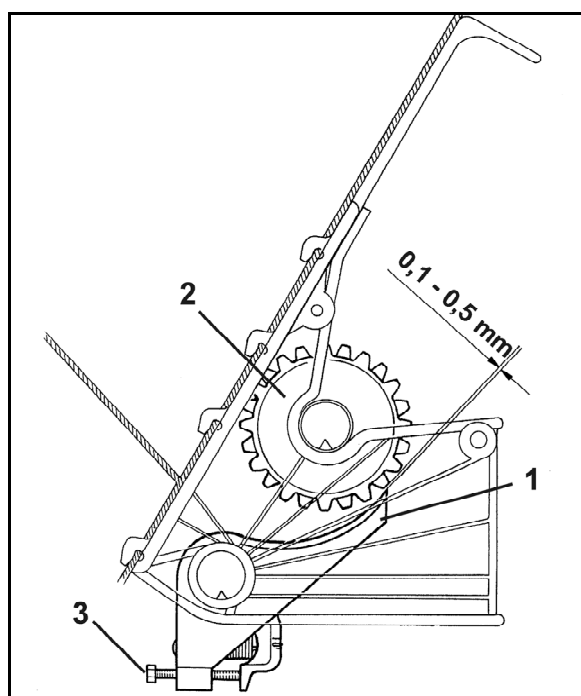

Fig. 43
3. Kontrollér, at bundklapperne (Fig. 43/1) går let.
4. Kontrollér, at den foreskrevne afstand på 0,1 mm til 0,5 mm (Fig. 43) mellem bundklap (Fig. 43/1) og såhjul (Fig. 43/2) er overholdt i alle såhusene. Dette gøres ved at dreje det pågældende såhjul på såakslen med hånden..
5. Indstil den foreskrevne afstand med fjederspændeskruen (Fig. 43/3) i tilfælde af afvigelser.